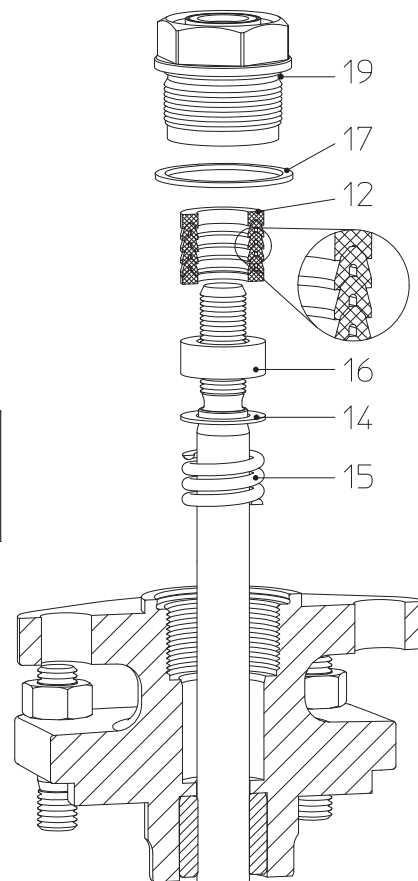
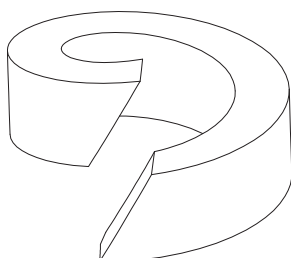

Bild 17:
Bild 22: geteilter Packungsring
- Bei Austausch der Dachmanschetten (Pos. 12) auf richtige Reihenfolge und Einbaulage der Einzelteile achten (siehe Bild 17).
- Neuen Packungsring einlegen, Einbau gemäß Darstellung Bild 17 - Bild 22.
Wird ein geteilter Packungsring verwendet, ist beim Zuschneiden auf einen schrägen Schnittverlauf gemäß Darstellung Bild 22 zu achten.